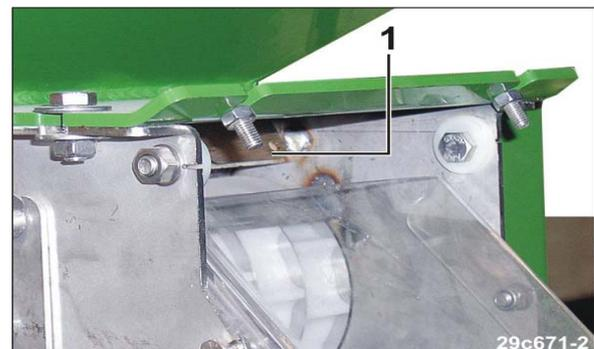

Fig. 176
- 5.2 Desplazar el pasador (Fig. 176/1) hasta el tope en el dosificador.